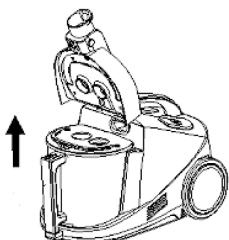

Рис. 2
- Извлеките контейнер из корпуса пылесоса, используя встроенную ручку (Рис.2).
2. Извлеките контейнер из корпуса пылесоса, используя встроенную ручку (Рис.2).
1. Извлеките фильтрующий элемент из контейнера для воды (Рис. 2).